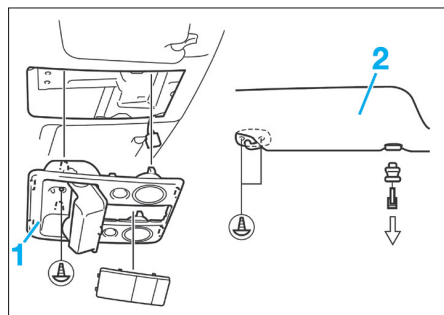

FIG. 61
- le plafonnier (1) et les pares soleil (2) (Fig.61)